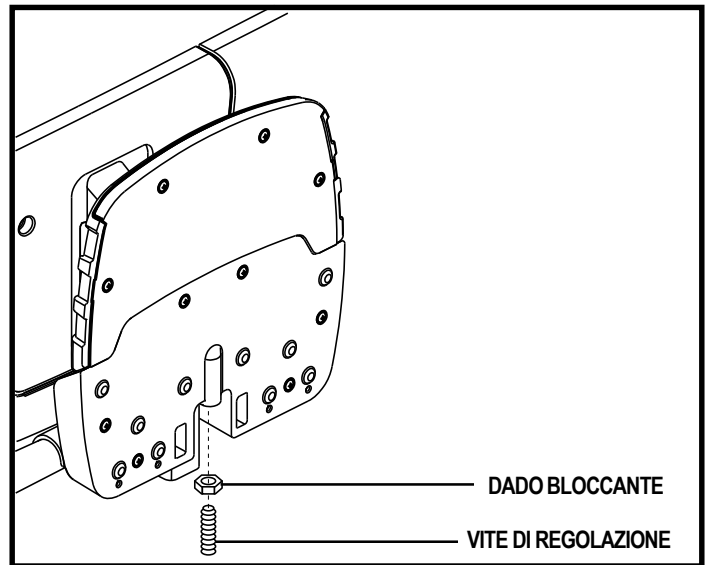

Figura 17. La parte inferiore della pedana unica
1. Ripiegare la pedana unica poggiamambe verso l'alto e localizzare la vite di regolazione. Vedere figura 17.